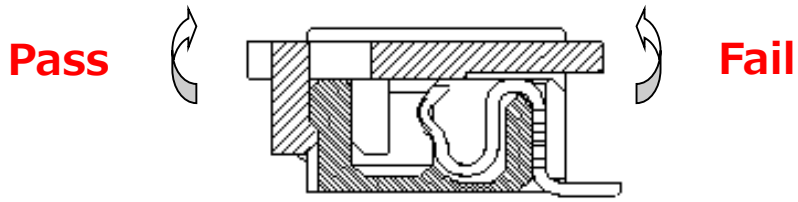

Fig.21
1. 吸着帽拆卸时, 由于锁扣在吸着帽的一侧, 请从连接器焊锡侧的相反方向(如图 21 一样)提起吸着帽。如果从焊锡侧拆卸吸着帽的话, 会发生图 22 一样的连接器胶壳破损现象。请一定从指定方向(焊锡侧相反方向)拆卸吸着帽。